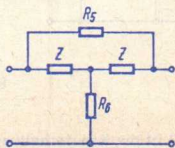

Bild 6
- (erd)unsymmetrische überbrückte T-Schaltung oder Brücken-T-Schaltung für den Spezialfall, bei dem die beiden in Reihe liegenden Längswiderstände gleich dem Wellenwiderstand Z sind (Bild 6)